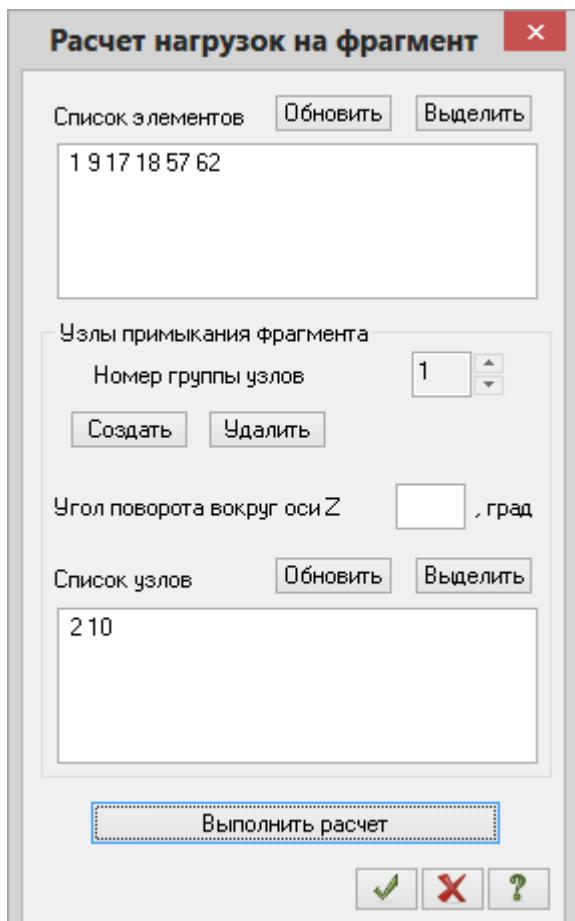

Рис.5.30. Диалоговое окно Расчет нагрузок на фрагмент
- В диалоговом окне **Расчет нагрузок на фрагмент** (рис.5.30) задайте следующие параметры: